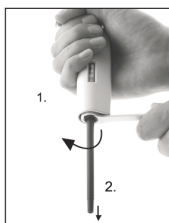
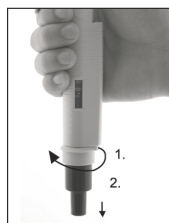

Fig.9
Fig.10
4. Placer la clef comme sur la figure 9 et tourner dans le sens inverse des aiguilles d'une montre. Ne pas utiliser d'autre outils. Le cône de la micropipette de 5ml se retire en le dévissant dans le sens contraire des aiguilles d'une montre (Fig.10). Ne pas utiliser d'outils avec cette micropipette.